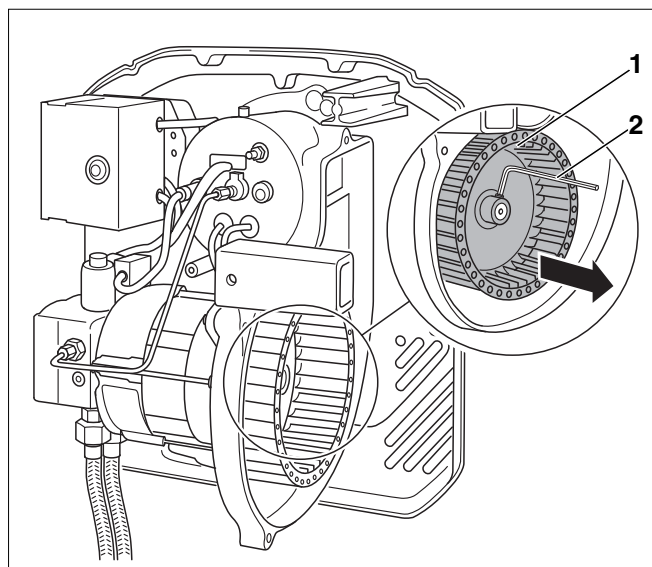

Fig. 43 Comprobación y, dado el caso, limpieza de la turbina del ventilador
- Suelte la turbina del ventilador (fig. 43, **pos. 1**) con una llave Allen (fig. 43, **pos. 2**) y sáquela del eje.
- Monte nuevamente la turbina del ventilador (fig. 43, **pos. 1**).